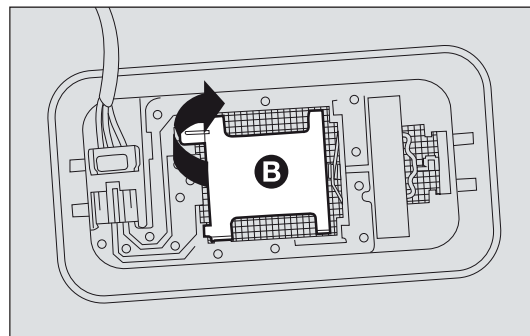

fig. 161
- ☐ aprire il coperchietto B-fig. 161 come indicato;